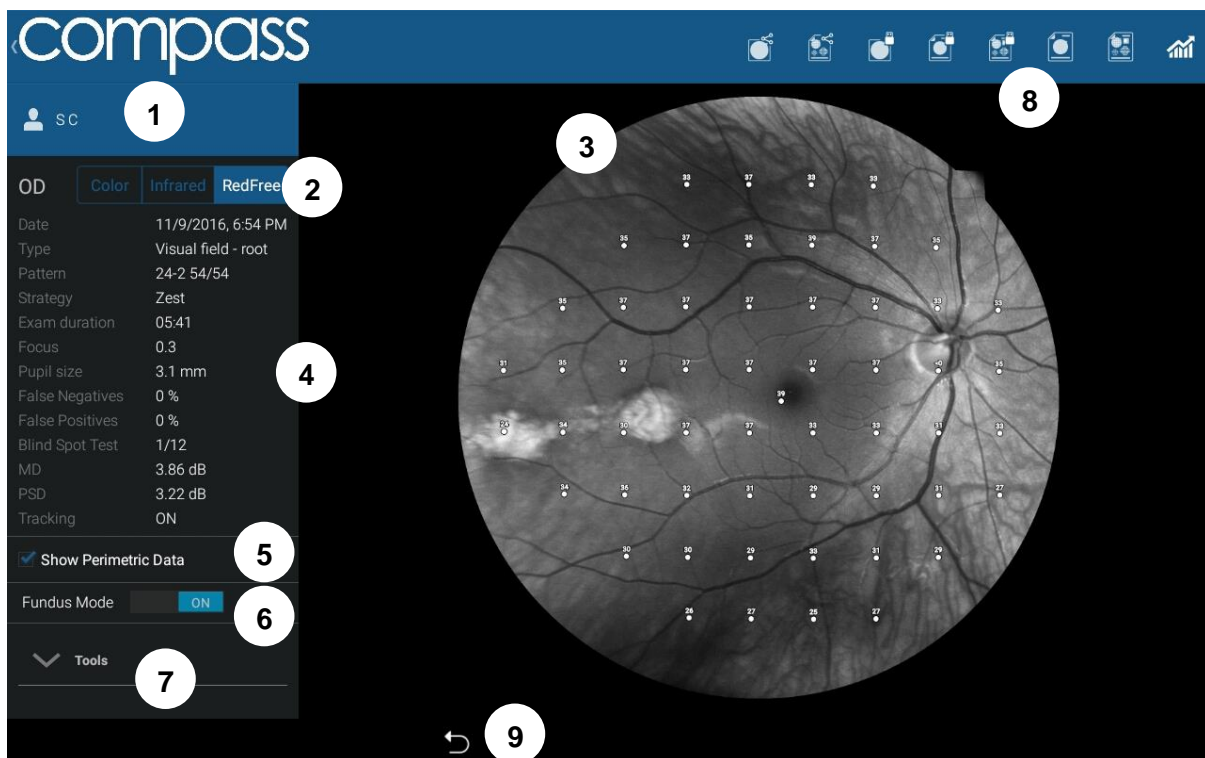

Fig. 35 – Pantalla de revisión del examen, modalidad de visualización red-free
6. abrir la pantalla de revisión del examen (véase Fig. 35)
La pantalla de **Exam Review** (Revisión del examen, véase Fig. 35) proporciona la siguiente información y funciones: